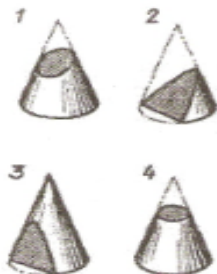

Рисунок 2
2. Как называется кривая, ограничивающая сечение на рис. 2 ?